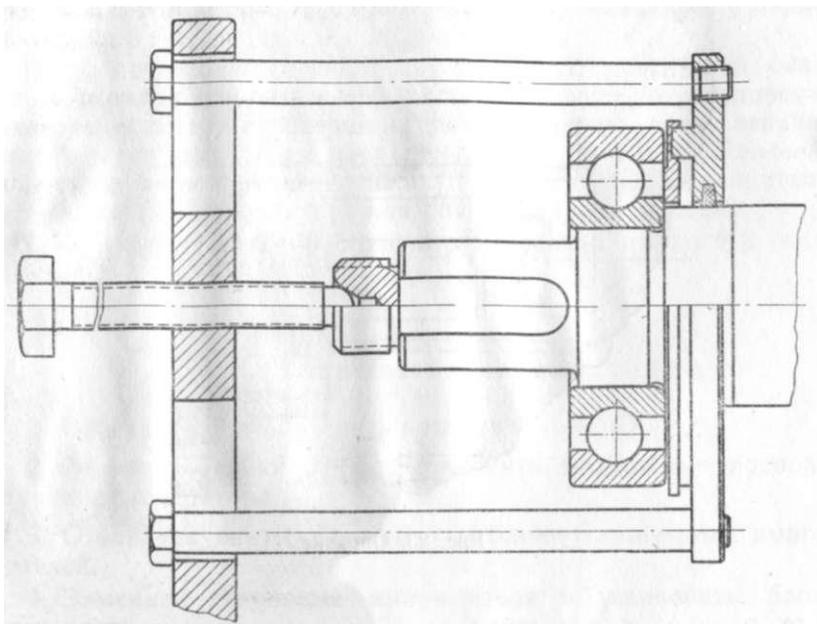

Рис. 22. Снятие подшипника
3. Вынуть шпонку 30 и снять подшипники 26 и 24 при помощи съемника и вкладышей (рис. 22), имеющих в комплекте ЗИП.